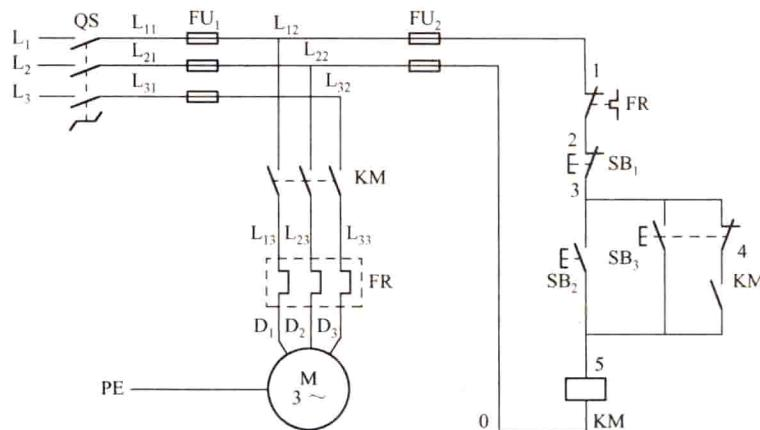

图 1.2 三相异步电动机点动与连续运转控制线路
1. 三相异步电动机点动与连续运转控制线路如图 1.2 所示。